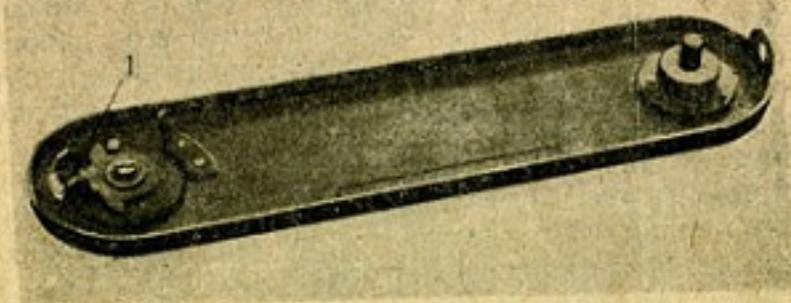

Рис. 15.
Необходимо следить за тем, чтобы вилка запирающего языка замка (1) (рис. 15) приходилась строго против столбика вставленной кассеты и охватывала бы последний при наложении крышки до упора. Если столбик кассеты не пойдет в вилку, то кассета при запираании замка крышки не откроется, что может повлечь за собой в дальнейшем разрыв пленки и порчу механизма.